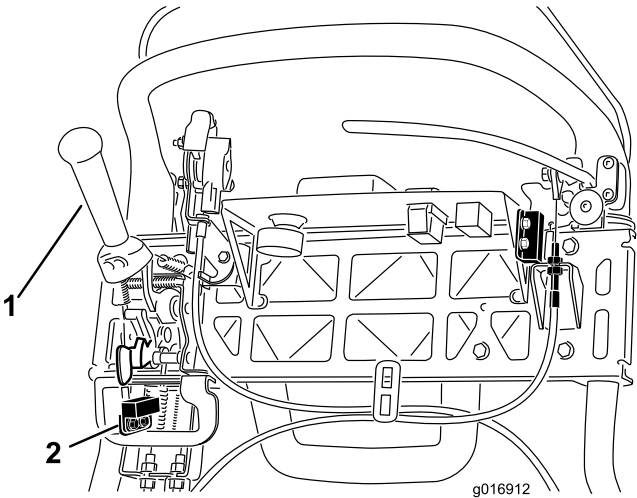

图38
- 4. 松开联锁开关紧固件(图38)。
- 5. 在牵引杆与联锁开关之间放入 1.6mm 厚的塞尺(图38)。